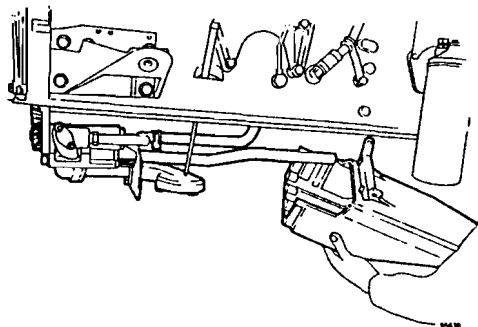

Fig. 196
- 2 Quitar el tamiz de aspiración posterior y el depósito de aceite, véase la fig. 196.
- 16 Montar el recipiente de aceite y el tamiz posterior de aspiración, véase fig. 196.